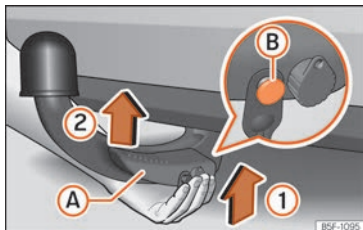

Abb. 255 Anbringen abnehmbaren Kugelkopf/Entriegelungsbolzen im entfalteten Zustand
- Den abnehmbaren Kugelkopf **von unten** » Abb. 255 halten und der Richtung von Pfeil
① folgend in die Hakenaufnahme einsetzen, bis er hörbar einrastet » ⚠.